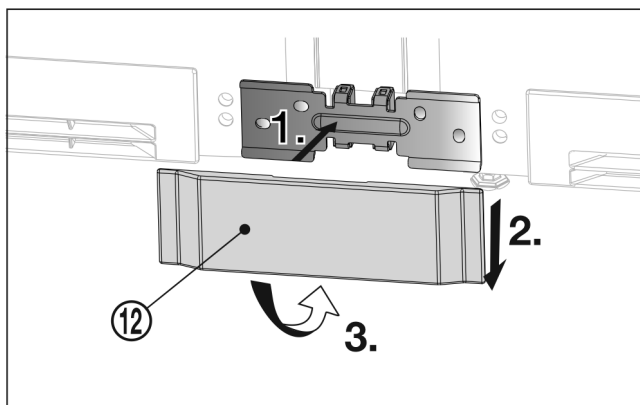

Fig. 32
- ▶ Die untere Abdeckung *Fig. 32 (12)* von vorne auf den Winkel aufsetzen *Fig. 32 (1)*, runterschieben *Fig. 32 (2)* und unten einrasten *Fig. 32 (3)*.